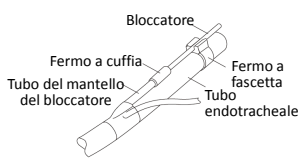

Fig.7
5. Girare il paziente sul lato, controllare la posizione della cuffia del bloccatore sotto broncoscopia, e fissare l'asta del bloccatore sul tubo endotracheale usando il fermo a fascetta (Fig. 7).
2. Agganciare il bloccatore sul fermo a fascetta sul tubo endotracheale (Fig. 7).